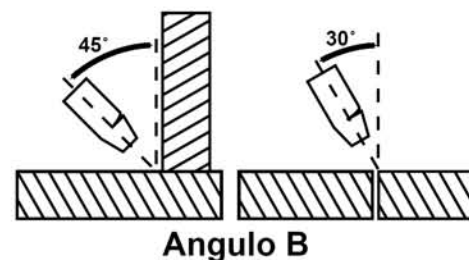

Figura 5. Posición de la pistola en el ángulo B
2. El ángulo B (Figura 5) puede variarse por dos razones: para ver mejor el arco en relación a la poza de soldadura y para dirigir la fuerza del arco.